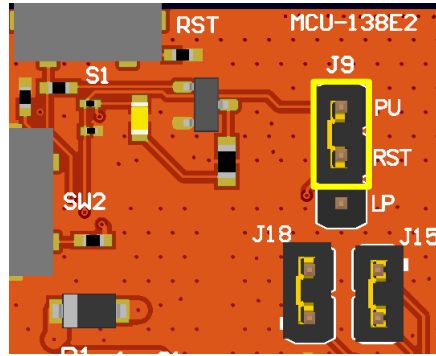

图 2-13. nReset 上拉
LP-EM-CC35X1 提供了将复位线连接到 LaunchPad 接头 (引脚 16) 的选项, 以从外部控制复位线。要将 nRESET 线连接到 LaunchPad 接头引脚, 而不是默认的上拉电阻器, 需要将跳线 J9 放置在底部两个引脚上。J9 采用上拉 (PU) 配置, 因此, 当为电路板供电时, nRESET 线上拉, 如 图 2-13 所示。